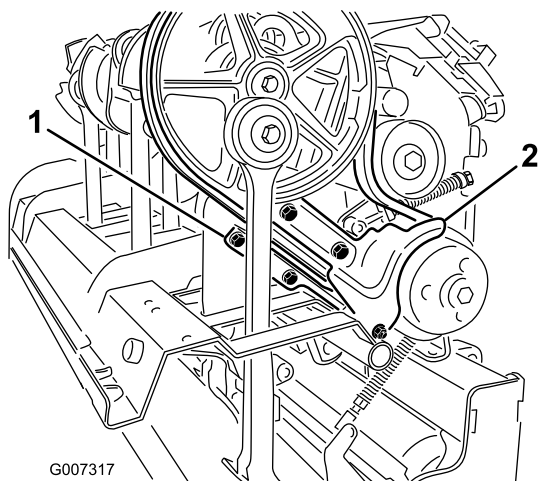

Figure 36
3. Retirez les fixations qui maintiennent le pare-boue et le protège-courroie inférieur (Figure 36). Déposez le pare-boue et le protège-courroie inférieur.